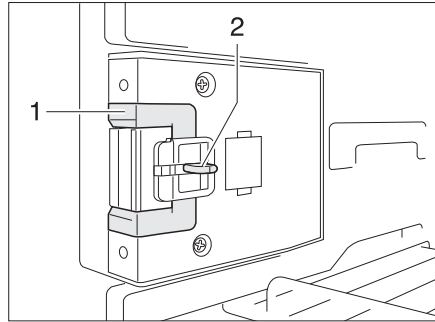
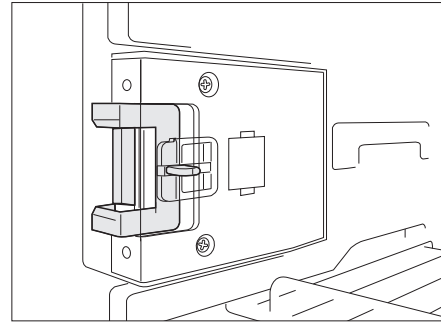

Fig. 145 Dispositivo de cierre en posición normal
Fig. 146 Dispositivo de cierre en posición de ventilación
- Empujar el desbloqueo (Fig. 145,2) hacia dentro.
- Empujar el dispositivo de cierre (Fig. 145,1) hacia delante (Fig. 146).